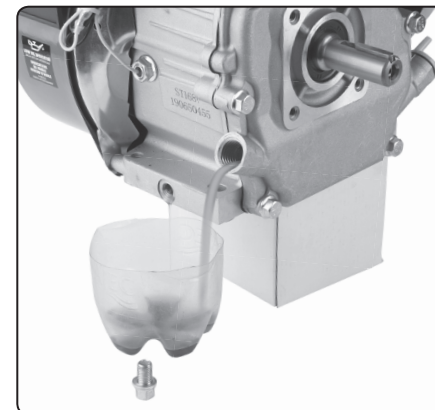

Abb.9, Illustrationsabbildung für die Aufstellung der Maschine für das Ölauslassen
1. Zum Auslassen des Öls aus der Ölwanne stellen Sie den Motor höher, damit das Öl in ein vorher bereitgestelltes Gefäß laufen kann (siehe Abb. 9 – diese Abbildung illustriert lediglich die Aufstellung der Maschine zum Auslassen des Öls aus der Ölwanne des Motors in ein bereitgestelltes Gefäß).